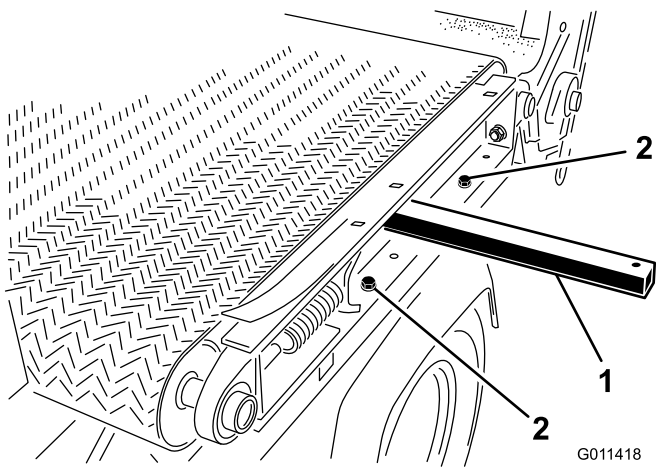

Figura 35
- 7. Rimuovete le (2) viti a testa cilindrica, le rondelle e il dado, sul lato sinistro della macchina, che fissano il pianale scorrevole al telaio (Figura 35).
- Inserite una barra di sollevamento nel foro sul lato sinistro della macchina e alzate la barra di sollevamento per inclinare il pianale scorrevole (Figura 35).